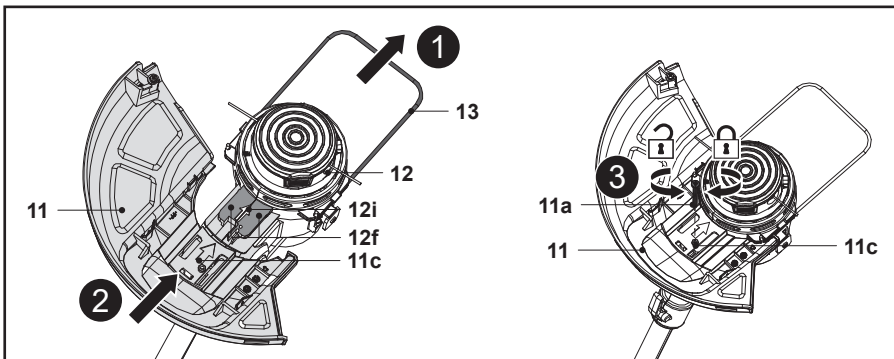

Fig. 1
1. Ponga el cabezal de corte (12) boca abajo.
3. Retire primero el protector de plantas (13) (Fig. 1, paso 1) y, a continuación, alinee y deslice el protector (11) en las ranuras deslizantes (12f) del cabezal de corte (12) (Fig. 1, paso 2). Inserte completamente la protección (11) y asegúrese de que los orificios de los tornillos (11c, 12i) estén bien alineados.
4. Fije la protección (11) apretando el tornillo (11a) hacia la derecha (Fig. 1, paso 3).